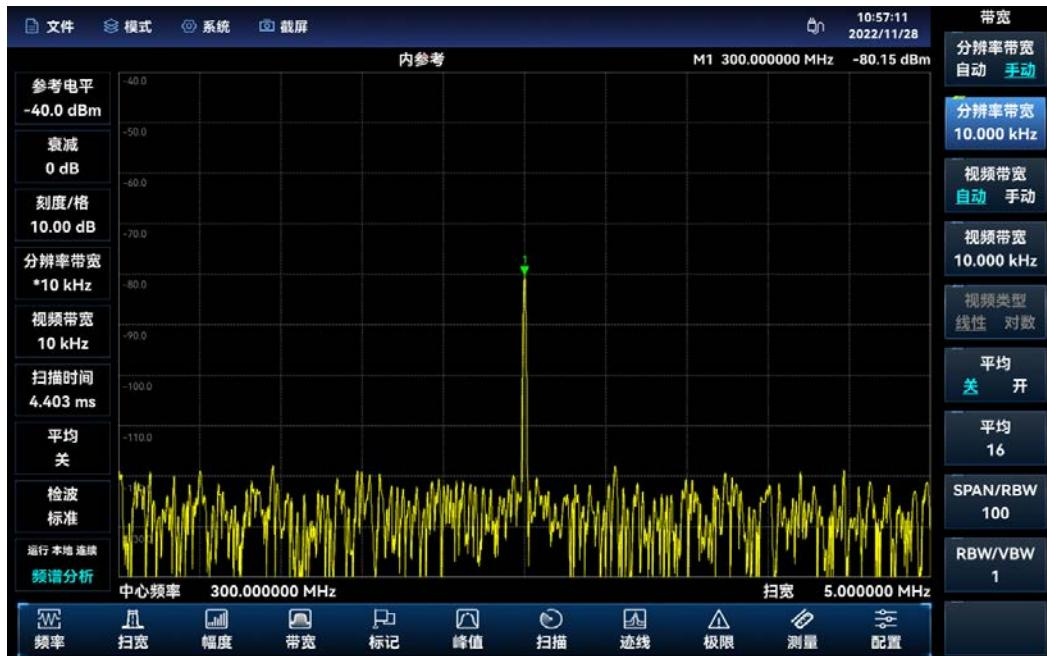

图 3.9 减小分辨率带宽测量小信号
- 如图 3.9 所示，因为噪声基底降低了，可以看到信号逐渐变得清楚了。